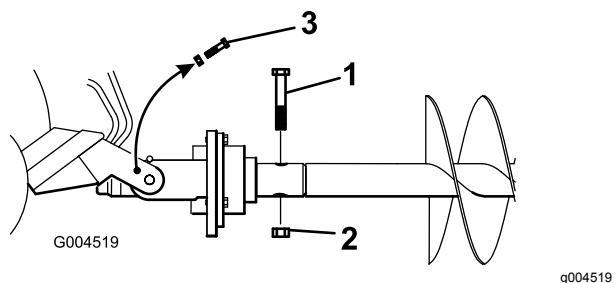

Figure 8
- Fixez la tarière à la tête d' entraînement avec un boulon ($\frac{7}{8}$ " x $4\frac{1}{2}$ ") et un écrou ($\frac{7}{8}$ "), comme montré à la Figure 8.